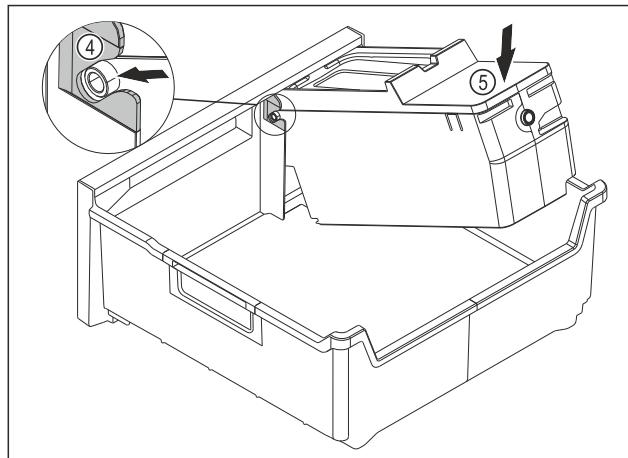

Fig. 82
- Смонтируйте корпус EasyTwist-Ice: Вставьте оси корпуса EasyTwist-Ice в направляющие Fig. 82 (4).
- Вдавите корпус EasyTwist-Ice Fig. 82 (5) вниз.